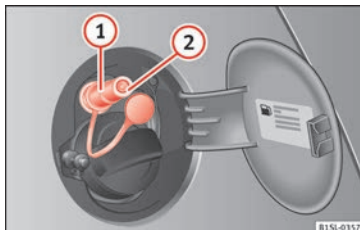

Fig. 167 Trappe à carburant ouverte : goulot de remplissage de gaz ①, serrure du goulot de remplissage ②.
- Enlevez le bouchon du goulot de remplissage de gaz  fig. 167 ①.